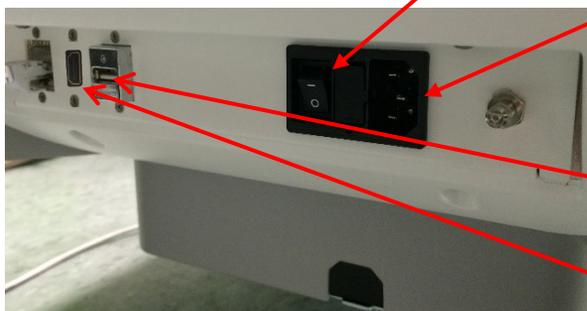

Figura 6. Alimentación del sistema ExactVu
1. Compruebe que el *interruptor de alimentación principal* (es decir, el interruptor basculante situado en la parte inferior trasera del panel representado en la Figura 6) está en la posición *OFF* y que el *control de alimentación del sistema* no está iluminado.
2. Enchufe el cable de alimentación de corriente alterna en la conexión para el cable de red del sistema ExactVu (al lado del *interruptor de alimentación principal*) (consulte la Figura 6).